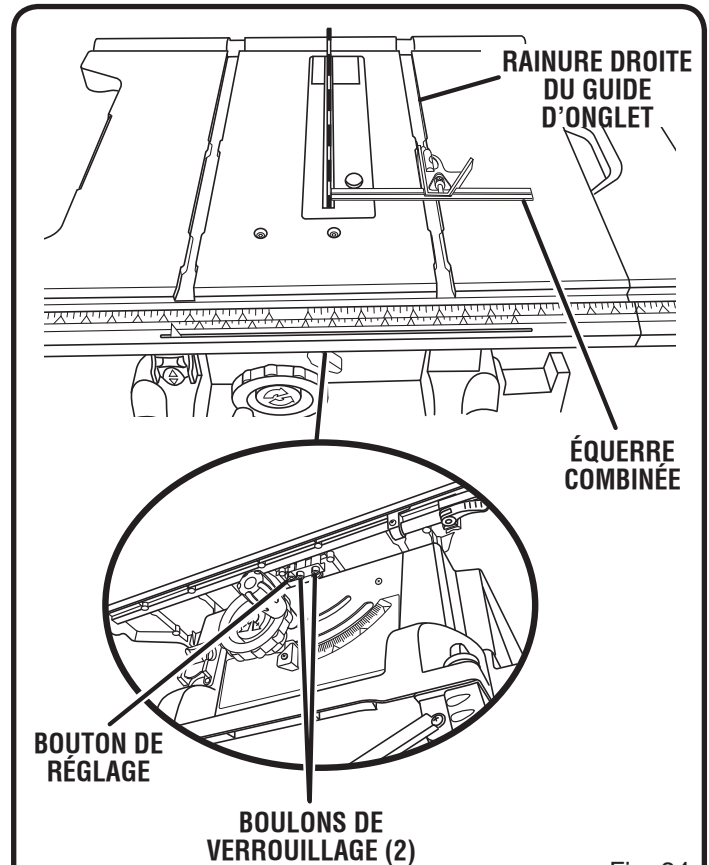

Fig. 34
Voir les figures 34 à 35.
- Tracer un repère à côté de l'une des dents de l'avant de la lame. Placer une équerre combinée au ras de l'avant de la table et du côté de la lame, comme illustré à la figure 34.